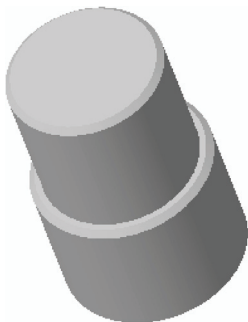

图 11-35 打开模型文件
STEP 01 单击快速访问工具栏中的“打开”按钮，打开模型文件，如图 11-35 所示。